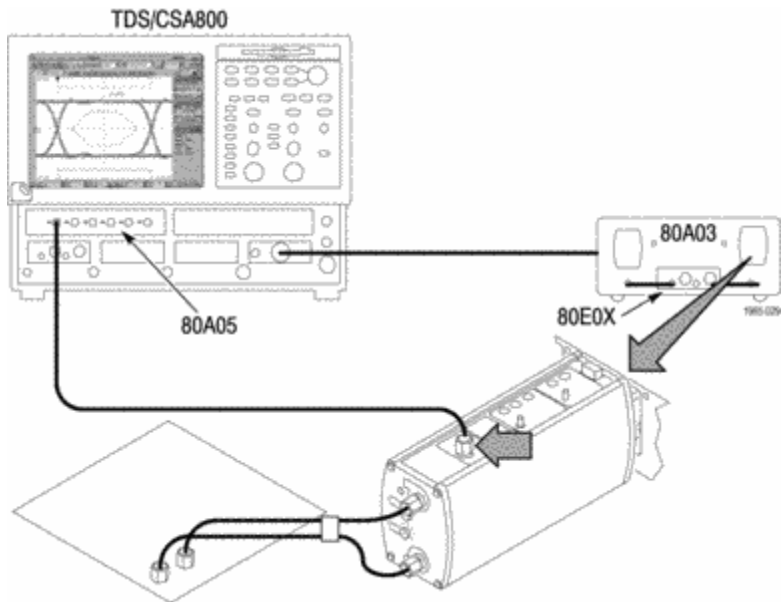

图 9: 使用带有 80A03 接口和 80A05 模块的探头查看 TDS8000 系列取样示波器上的眼图
**80A05 时钟恢复模块：** 在取样示波器上添加一个 80A05 时钟恢复模块，然后使用 P7313SMA 探头的辅助输出触发输入信号上的模块，并查看眼图。如果已知数据速率，则 80A05 模块会根据所捕获数据流生成恢复时钟。（见图9第39页）